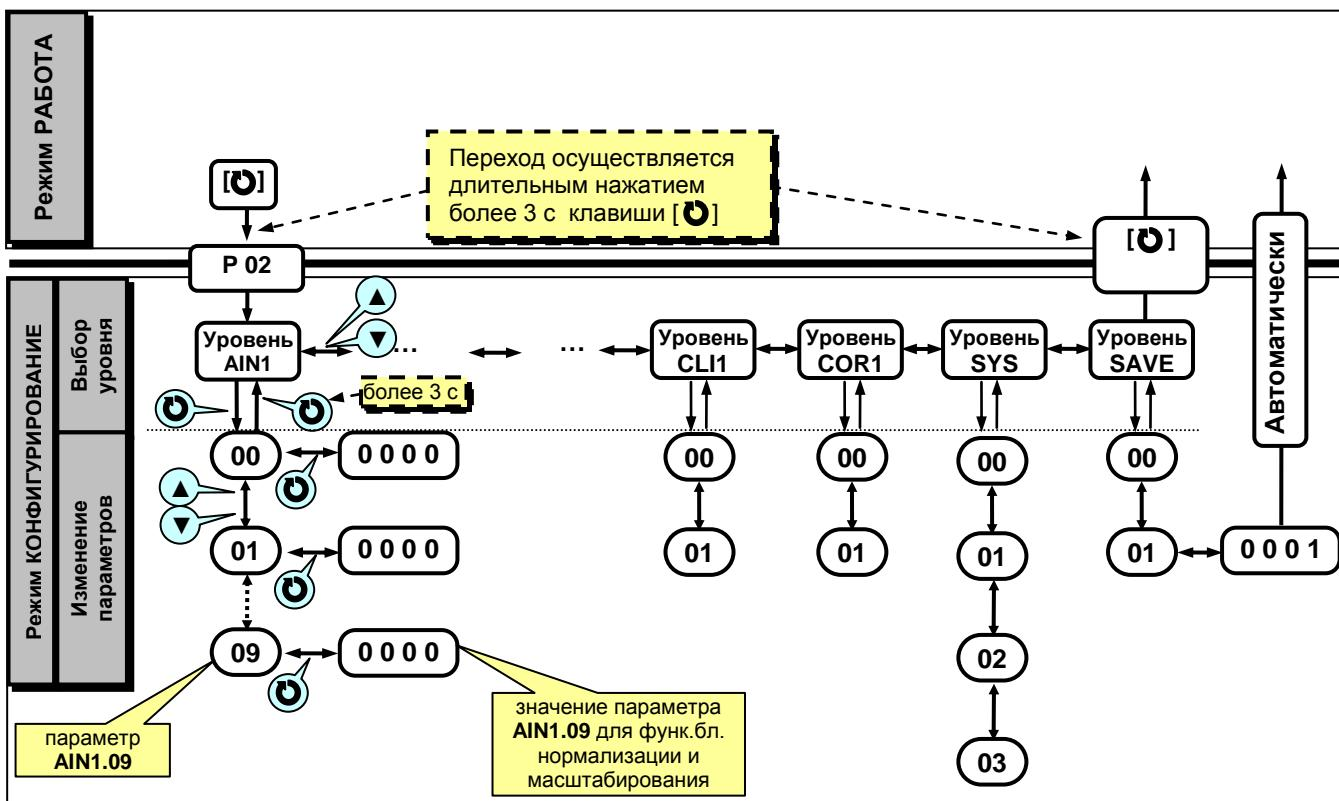

Рисунок 4.7.1 - Диаграмма уровней конфигурации и настроек
4.7.2 Параметры разделены по группам, каждая из которых называется "уровень". Каждое заданное значение (элемент настройки) в этих уровнях называется "параметром". Параметры, используемые в преобразователе ПНС-11, сгруппированы в 13 уровней и представлены на диаграмме (рисунок 4.7.1).
В дальнейшем по тексту руководства идет ссылка на параметр в виде XXXX.УУ (например ALRM.00), где XXXX – название УРОВНЯ, а УУ – номер пункта меню (смотри рисунок 4.7.1).